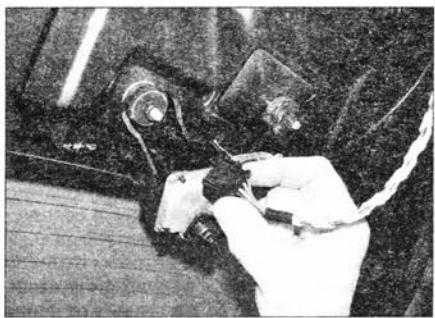

Рис. 19.3. Рассоедините электрический разъем...
- 3 Рассоедините электрический разъем электродвигателя (рис. 19.3).